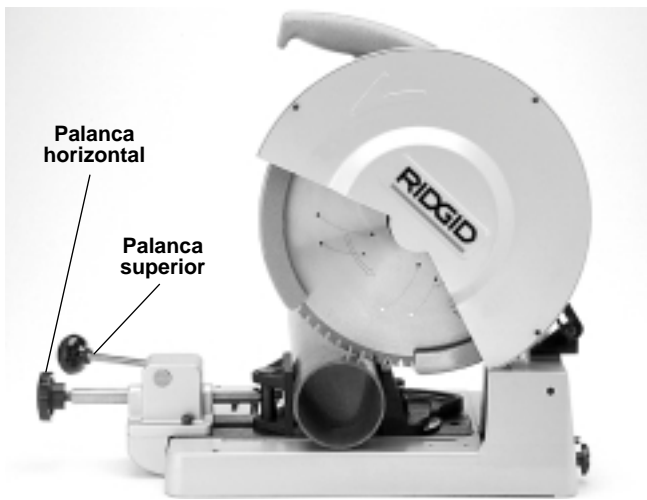

**Figura 2 – Regulación del protector para cortar en ángulo**
- La Sierra Seca viene equipada con una prensa de tornillo de dos palancas que puede regularse para efectuar cortes en ángulo de 45 a 90 grados, hacia la izquierda o derecha. Para regular la prensa de tornillo, afloje los dos pernos en el protector y trasládela hasta el ángulo deseado (*Figura 2*). Vuelva a apretar los pernos y fije el protector en su lugar.